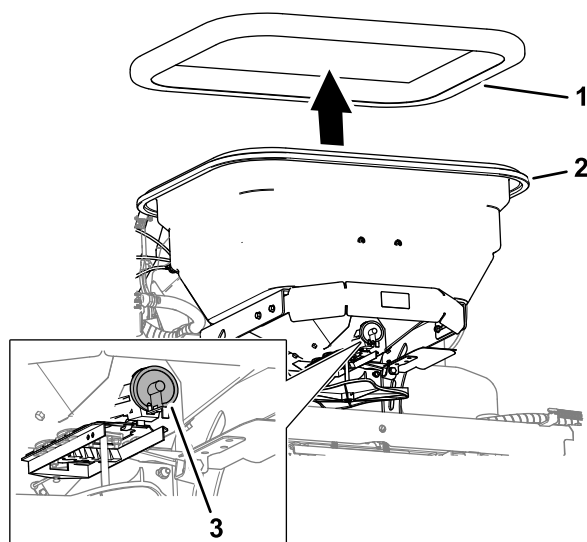

Figure 25
4. Consultez les Tableaux d'épandage \(page 31\) pour déterminer le réglage de la came de dosage (Figure 25).
5. Enlevez le couvercle de la trémie, ajoutez le produit d'épandage et remettez le couvercle sur la trémie (Figure 25).